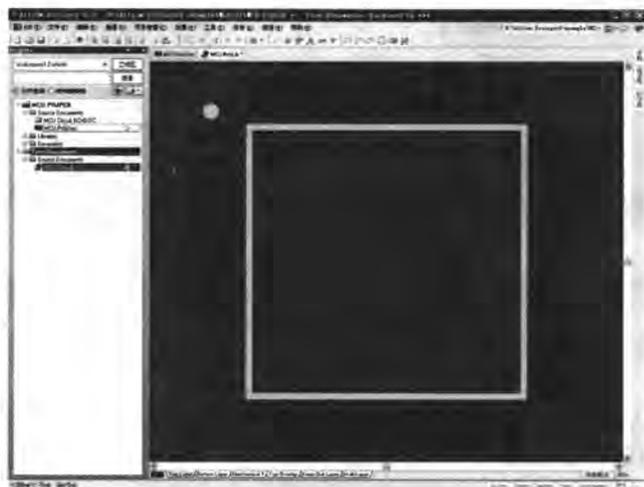

图 10-27 创建 PCB 项目元器件库
- [2] 执行【设计】/【生成 PCB 库】命令后，系统自动生成了与设计文件同名的 PCB 库文件“MCU.PcbLib”，保存在【Projects】面板的“Free Documents”文件夹中，并切换到 PCB 库文件编辑环境中，如图 10-27 所示。